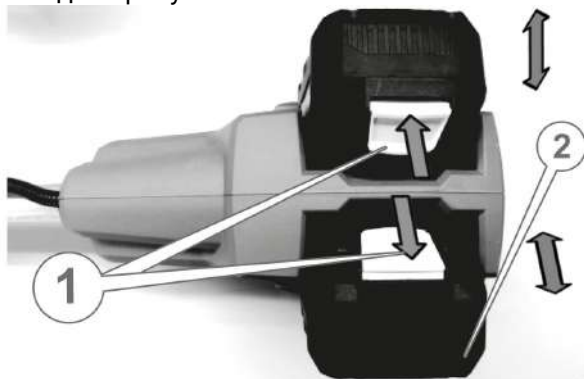

Рисунок 12. Схема встановлення та зняття акумуляторних батарей.
5.1.3.3 Встановлення та зняття акумуляторних батарей (рис. 12).
3. Для зняття АКБ злегка натиснути на кнопку фіксації (1, рис. 12) батареї та, не відпускаючи кнопку, із невеликим зусиллям витягнути акумулятор із гнізда виробу.